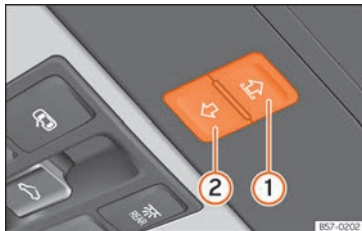

Fig. 90 No revestimento interior do teto: botões da cortina para o sol.
Os botões » **Fig. 90** **1** e **2** têm dois níveis. No primeiro nível pode abrir-se ou fechar-se a cortina para o sol total ou parcialmente.
- *Cortina para o sol:* antes que decorram aprox. 5 segundos desde a ativação da função antientalamento, pressione o botão »» Fig. 90  até que a cortina para o sol se feche completamente.